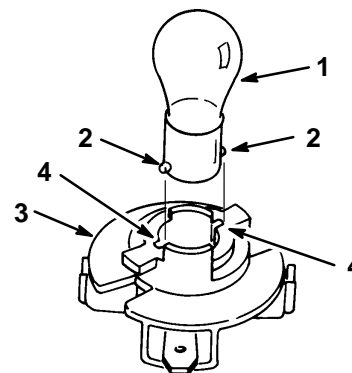

Figure 50
4. Pousser sur l'ampoule pour la tourner à fond vers la gauche (env. 1/4 tour) et la retirer de l'embase (Fig. 50).
1. Le culot de l'ampoule présente deux ergots métalliques. Aligner ces ergots face aux fentes de l'embase et insérer le culot dans la douille de l'embase (Fig. 50). Pousser sur l'ampoule et la tourner à fond vers la droite.